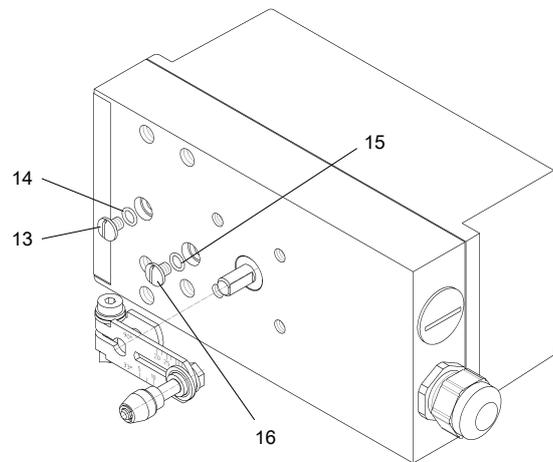
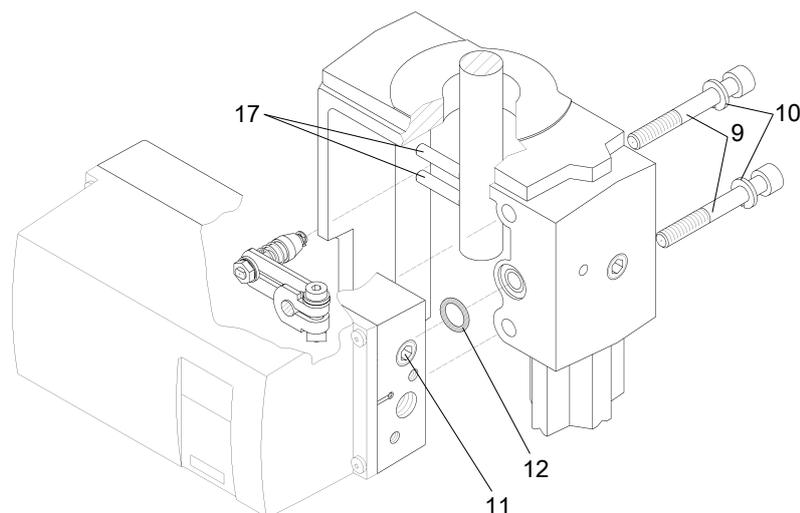

Рис. 10: Монтаж рычага на позиционере
Рис. 11: Монтаж позиционера на приводе
2. Рис. 10: Надвинуть рычаг до упора на ось позиционера и закрепить его болтом с цилиндрической головкой (6).
3. Открыть расположенный с задней стороны выход управляющего давления, удалив винт (13) и кольцо круглого сечения (14).
4. В случае монтажа с заполнением пружинной камеры отработанным воздухом открыть расположенный с задней стороны выход отработанного воздуха, удалив винт (16) и кольцо круглого сечения (15).
5. Рис. 11: Уплотнить выход управляющего давления резьбовой заглушкой (11). В случае монтажа с заполнением отработанным воздухом снять и уплотнить звукопоглотитель вытяжного воздуховода.
6. Вставить уплотнительное кольцо (12) в углубление кронштейна.
7. Держать позиционер у привода таким образом, чтобы ролик направлялся между штифтами (17).
8. Выровнять позиционер по горизонтали у кронштейна и закрепить его винтами (9) и пружинными кольцами (10).